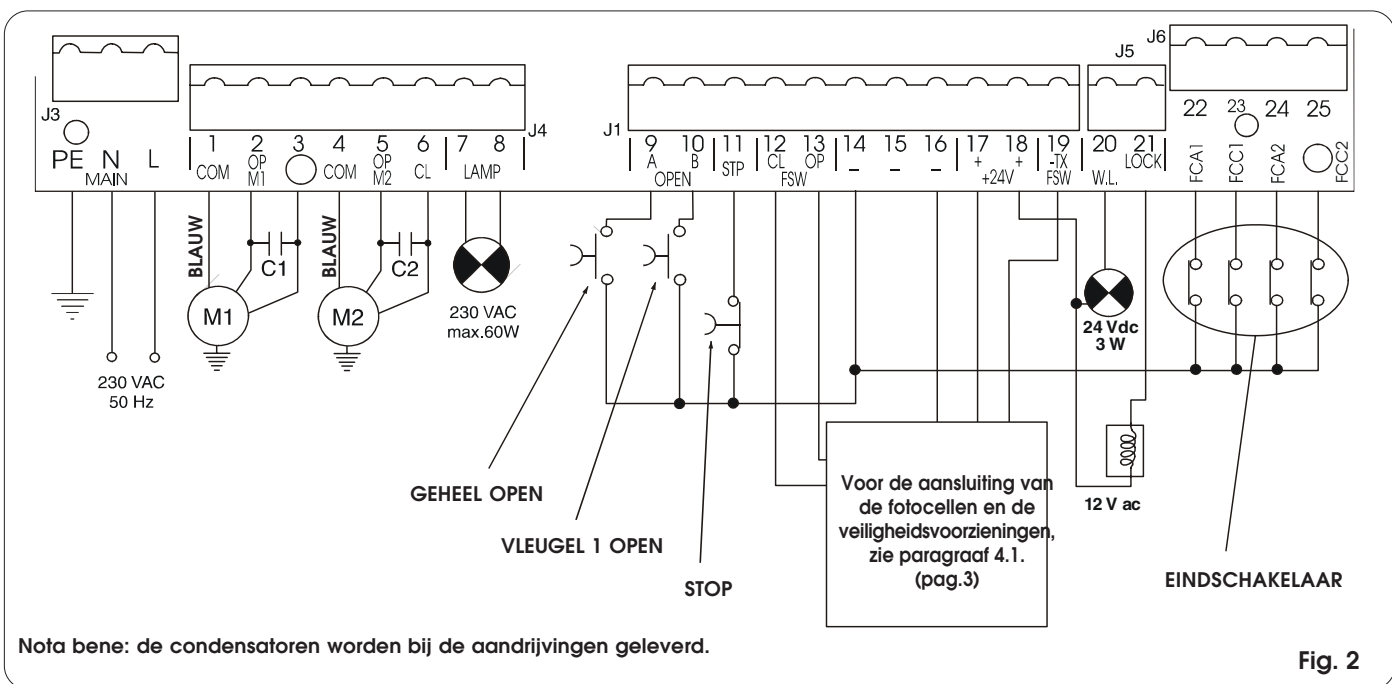

Fig. 2
- Sluit de aardkabel aan op de daarvoor bestemde klem op de connector J3 van de apparatuur (zie fig. 2).
#### 4.2. KLEMMENBORD J3 - VOEDING (FIG. 2)
#### 4.3. KLEMMENBORD J4 - MOTOREN EN WAARSCHUWINGSLAMP (FIG. 2)
**4.4. KLEMMENBORD J1 - ACCESSOIRES (FIG. 2)**
**4.5. KLEMMENBORD J5 - CONTROLELAMP EN ELEKTROSLOT (FIG. 2)**
**4.7. KLEMMENBORD J6- EINSCHAKELAAR EN/OF GATECODER (FIG. 2)**